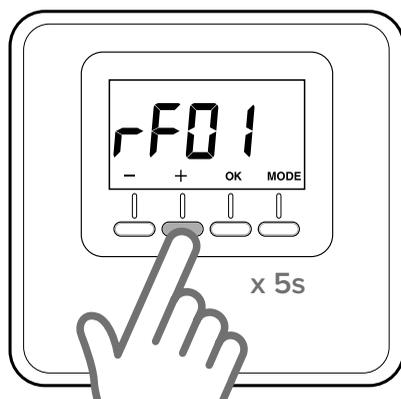

Рис. 6
- Чтобы перейти к техническим параметрам, снова нажмите кнопку «+» и удерживайте ее в течение 5 с; на дисплее отобразится параметр **rF01** (Рис. 6).